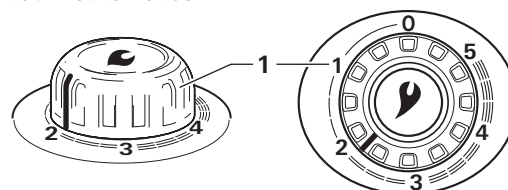

Bild 3
2. Bedienungsgriff (Bild 3 – 1) in Thermostatstellung 1 – 5 drehen und bis zum Anschlag niederdrücken (maximal 30 Sekunden). Die Zündung bei hörbarem Zündfunken erfolgt in diesem Zeitraum automatisch.
i Sollte die Flamme während des Betriebs verlöschen, erfolgt innerhalb der Schließzeit der Zündsicherung (ca. 30 Sekunden) ein sofortiger automatischer Wiederzündversuch. Für den Fall, dass trotz Wiederzündversuch keine Zündung gelingt (z. B. wegen leerer Gasflasche), arbeitet der Zündautomat weiter, bis der Bedienungsgriff (Bild 3 – 1) auf „0“ gestellt wird.